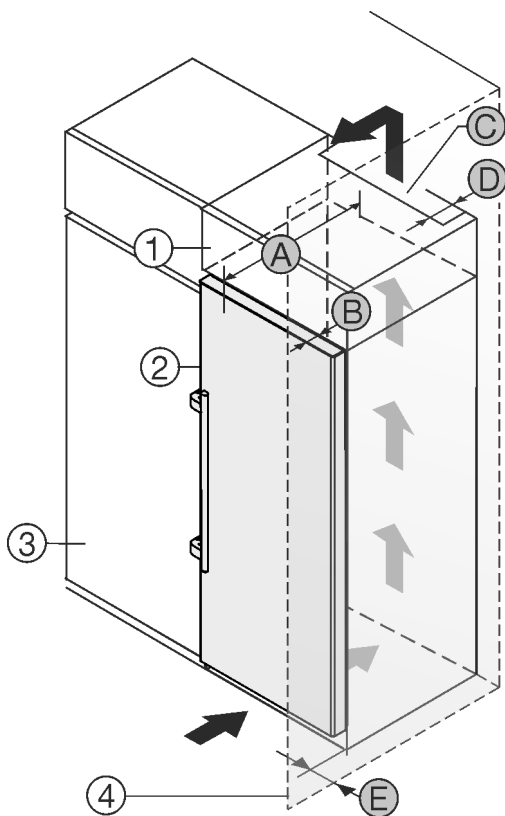

Fig. 2
Du kan opstille apparatet direkte ved siden af køkkenskabet Fig. 2 (3).\*
På bagsiden af overskabet skal der være en ventilationskanal med dybden Fig. 2 (D) over hele overskabets bredde.\*
Ventilationstværsnittet Fig. 2 (C) under rummets loft skal overholdes.\*
Hvis apparatet opstilles med hængslerne ved siden af en væg Fig. 2 (4), skal afstanden mellem apparatet og væggen være mindst 57 mm. Dette svarer til det, som grebet rager frem, når døren er åben.\*
For at døren kan åbnes helt, skal apparatet rage frem med dørens dybde Fig. 2 (B) i forhold til køkkenskabets forside. Apparatet kan rage mere ud afhængigt af køkkenskabets Fig. 2 (3) dybde og anvendelsen af vægafstandsholdere.\*